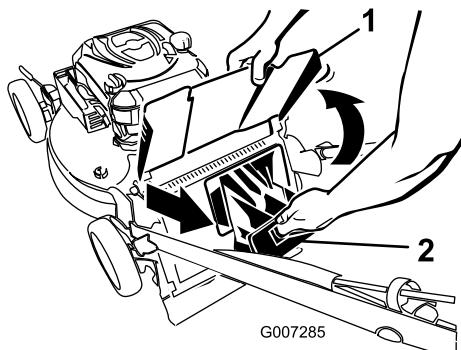

Bild 21
2. Heben Sie das Heckauswurfablenkblech an und halten es hoch (Bild 21).
3. Ziehen Sie die Heckauswurfklappe ab (Bild 21).